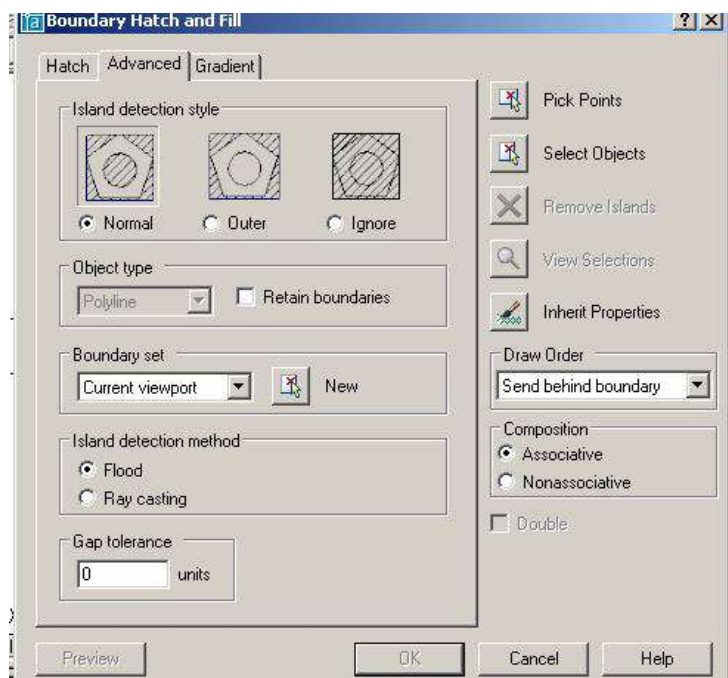

Рис. 42.
2. Вкладка **Advanced** (рис. 42) обеспечивает настройку параметров штриховки и содержит четыре панели.